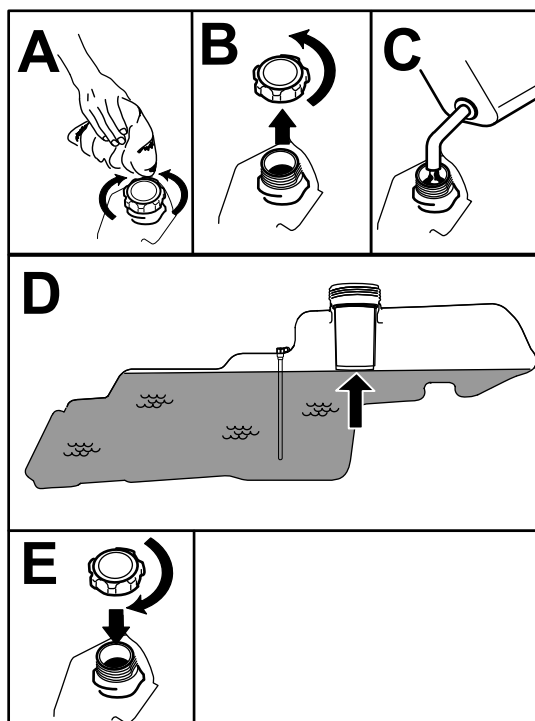

Figure 8
5. Remplissez le réservoir de carburant jusqu'au bas du goulot de remplissage (Figure 8). Ne remplissez pas complètement le réservoir de carburant.